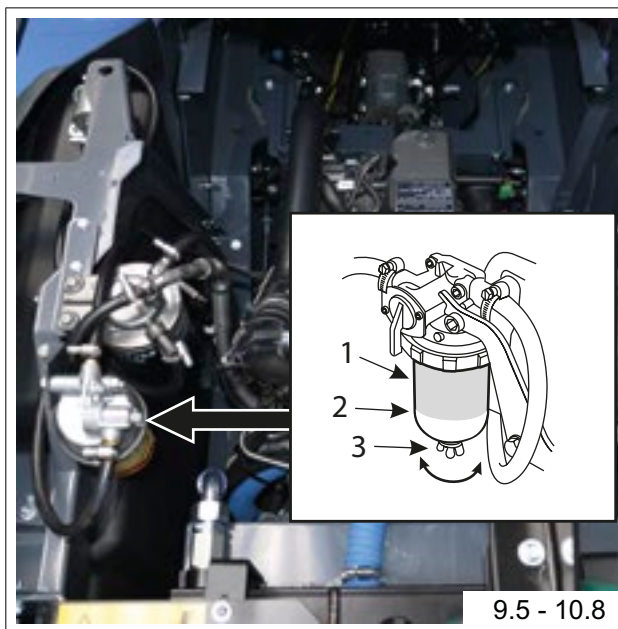
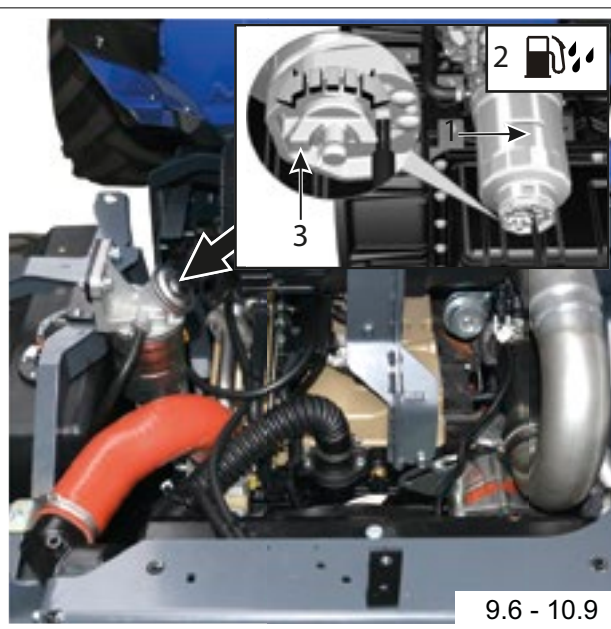

РИС. 58
РИС. 59
- 4) **Двигатель Yanmar - Модели 9.5 - 10.8** - Осмотрите топливный/сепараторный фильтр (РИС. 58 - Сс. 1) на наличие воды. Вода будет видна по четкому уровню (РИС. 58 - Сс. 2) на дне чаши фильтра. В холодную погоду вода может заледенеть и заблокировать топливную систему. **Двигатель Kohler - Модели 9.6 - 10.9** - Когда горит индикатор фильтра сепаратора (РИС. 59 - Сс. 2) на многофункциональном дисплее - в фильтре есть вода. В холодную погоду вода может заледенеть и заблокировать топливную систему..
- Откройте клапан сброса (РИС. 58 и РИС.59 - Сс. 3) снизу чаши фильтра